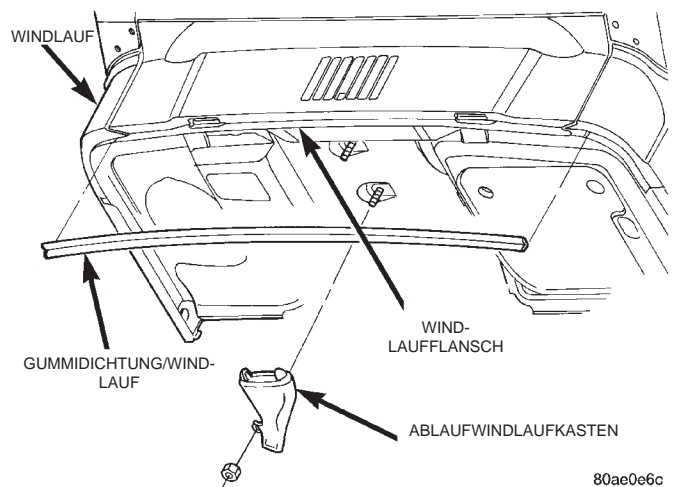

Abb. 4 Gummidichtung des Windlaufs
- (1) Gummidichtung des Windlaufs vorsichtig vom Windlaufflansch lösen (Abb. 4).